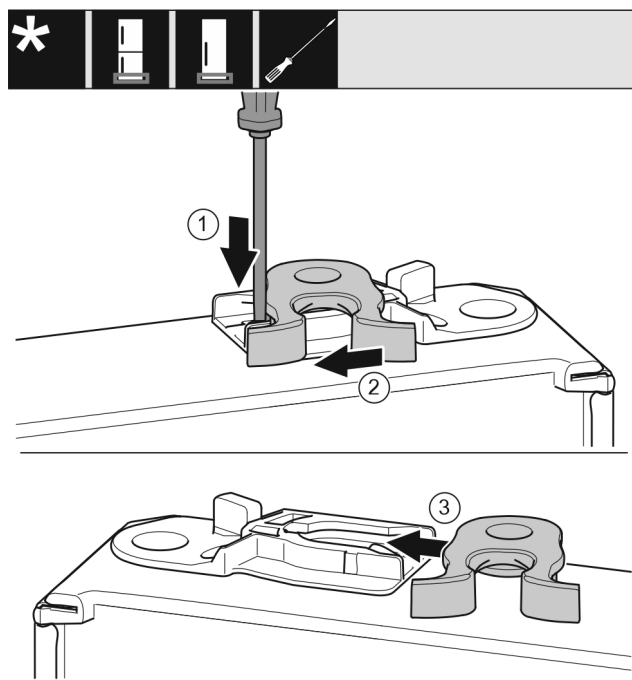

Fig. 17
- Press lasken ned med skrutrekkeren. Fig. 17 (1)
- Trekk låsekrokene ut av føringene. Fig. 17 (2)
- Skyv låsekrokene inn i føringen på den andre siden. Fig. 17 (3)